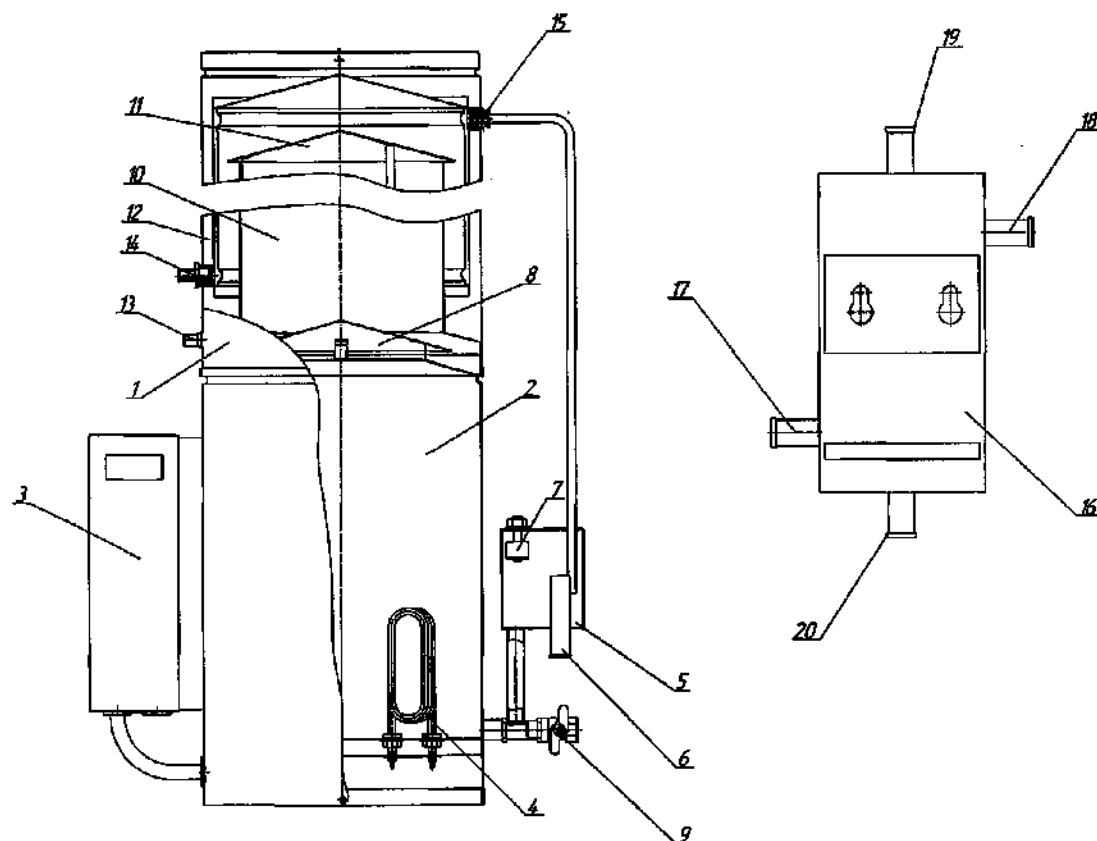

Рисунок 1 – Аквадистилляторы электрические аптечные АЭА-10-ПЗ, АЭА-25-ПЗ
1.4.2 Аквадистиллятор (см. рисунок 1) предназначен для производства пара из исходной воды путем нагрева с дальнейшей конденсацией пара и получением апиrogenной воды.
2.2.5 Для получения охлажденной апиrogenной воды необходимо трубопровод исходной воды соединить с входным патрубком 17 холодильника (см. рисунок 1), а выходной патрубок 18 холодильника с входным штуцером 14 аквадистиллятора. Затем выходной патрубок сконденсированной воды 15 аквадистиллятора соединить с патрубком 19 холодильника, а выходной патрубок охлажденной апиrogenной воды 20 холодильника соединить трубопроводом со сборником воды.